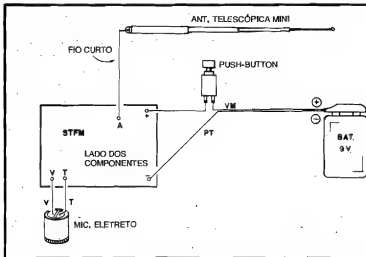

Fig.5
- FIG. 5 - CONEXÕES EXTERNAS À PLACA - O "grosso" dos componentes, por razões óbvias, já está instalado **sobre** a placa (aliás, essa é a própria finalidade do Circuito Impresso: acomodar e ligar entre si as peças de um circuito...). Entretanto, sempre são necessárias as ligações periféricas ou externas, de modo que a placa possa se "comunicar" eletricamente com os dispositivos de entrada, saída, fonte de energia, etc. Tais conexões são vistas, em detalhes, na fig. 5 (que mostra a placa ainda pelo lado não cobreado, como ocorreu na fig. anterior, porém sem a visualização - desnecessária - dos componentes diretamente soldados ao Impresso...). Atenção aos seguintes pontos: